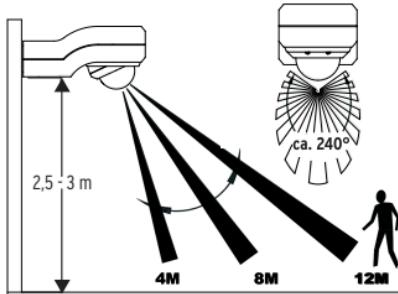

рис. 1A
- в идеальном случае датчик движения следует монтировать на высоте 2,5 до 3 метров над наблюдаемой поверхностью (смотри рис. 1A).